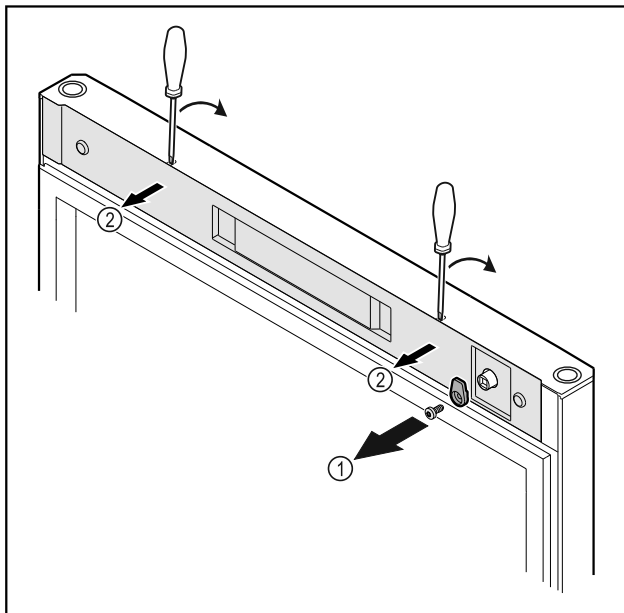

Fig. 16
- Dévisser le crochet de fermeture Fig. 16 (1).
- Décrocher le cache Fig. 16 (1) avec un petit tournevis et le retirer.